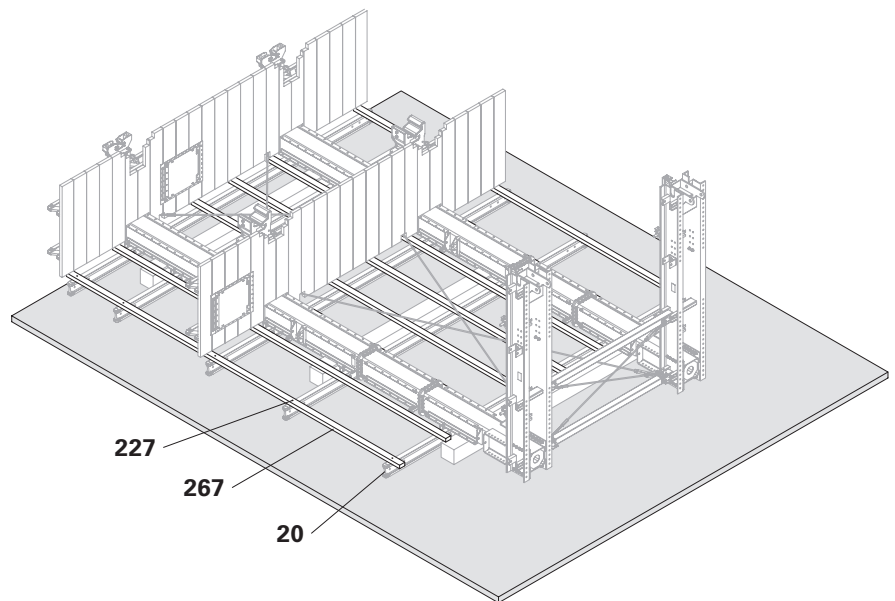

Fig. B6.04
1. Fissare la contro-tavola (**267**) sulla trave VT 20 (**20**) con viti Torx 6 x 100 (**227**). (Fig. B6.04)